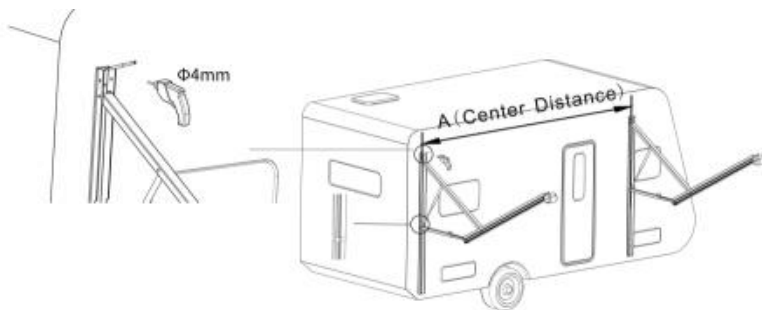

Figure C3
3.1 Zdemontuj pneumatyczne ramię składane, zdejmij osłonę zabezpieczającą i otwórz ramię składane. Zaznacz położenie otworów w odpowiednim miejscu na zewnętrznej stronie pojazdu, zgodnie z odległością między środkami prętów podporowych A, i wywierć odpowiednie otwory montażowe o średnicy $\phi 4$ mm w nadwoziu pojazdu. (Rysunek C3)